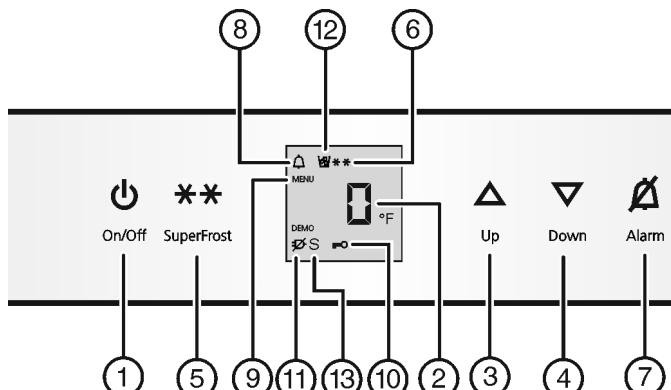

Fig. 2
- Pulse la tecla On/Off Fig. 2 (1).
- Activación del modo de ajuste: pulse la tecla SuperFrost Fig. 2 (5) durante 5 seg. aproximadamente.
- ▷ El símbolo de menú Fig. 2 (9) se ilumina.
- Utilice la tecla de ajuste Up Fig. 2 (3)/ la tecla de ajuste Down Fig. 2 (4) para seleccionar **\***.
- Confirmación: Pulse la tecla SuperFrost Fig. 2 (5) brevemente.
- Utilice la tecla de ajuste Up Fig. 2 (3)/ la tecla de ajuste Down Fig. 2 (4) para seleccionar °F o °C .
- Desactivación del modo de ajuste: Pulse la tecla On/Off Fig. 2 (1).
- Activar el modo de ajuste: pulse la tecla SuperFrost Fig. 2 (5) durante aprox. 5 s.
- Con la tecla de ajuste Up Fig. 2 (3) o la tecla de ajuste Down Fig. 2 (4), seleccione **c**.
- Pulse brevemente la tecla SuperFrost Fig. 2 (5) para confirmar.
- Para activar el bloqueo contra la manipulación por niños, pulse brevemente la tecla SuperFrost Fig. 2 (5).
- ▷ El símbolo del bloqueo contra la manipulación por niños Fig. 2 (10) se ilumina. En el indicador parpadea **c**.
- Para desactivar el bloqueo contra la manipulación por niños, pulse brevemente la tecla SuperFrost Fig. 2 (5).
- ▷ El símbolo del bloqueo contra la manipulación por niños Fig. 2 (10) se apaga. En el indicador parpadea **c**.
- Desactivar el modo de ajuste: pulse la tecla On/Off Fig. 2 (1).
- Pulse la tecla Alarm Fig. 2 (7).
Simultáneamente, parpadea la indicación de temperatura y el símbolo de alarma Fig. 2 (8).
El tono de aviso se desactiva automáticamente, el símbolo de alarma Fig. 2 (8) se apaga y la indicación de temperatura deja de parpadear cuando la temperatura vuelve a descender lo suficiente.
- Pulse la tecla Alarm *Fig. 2 (7)*.